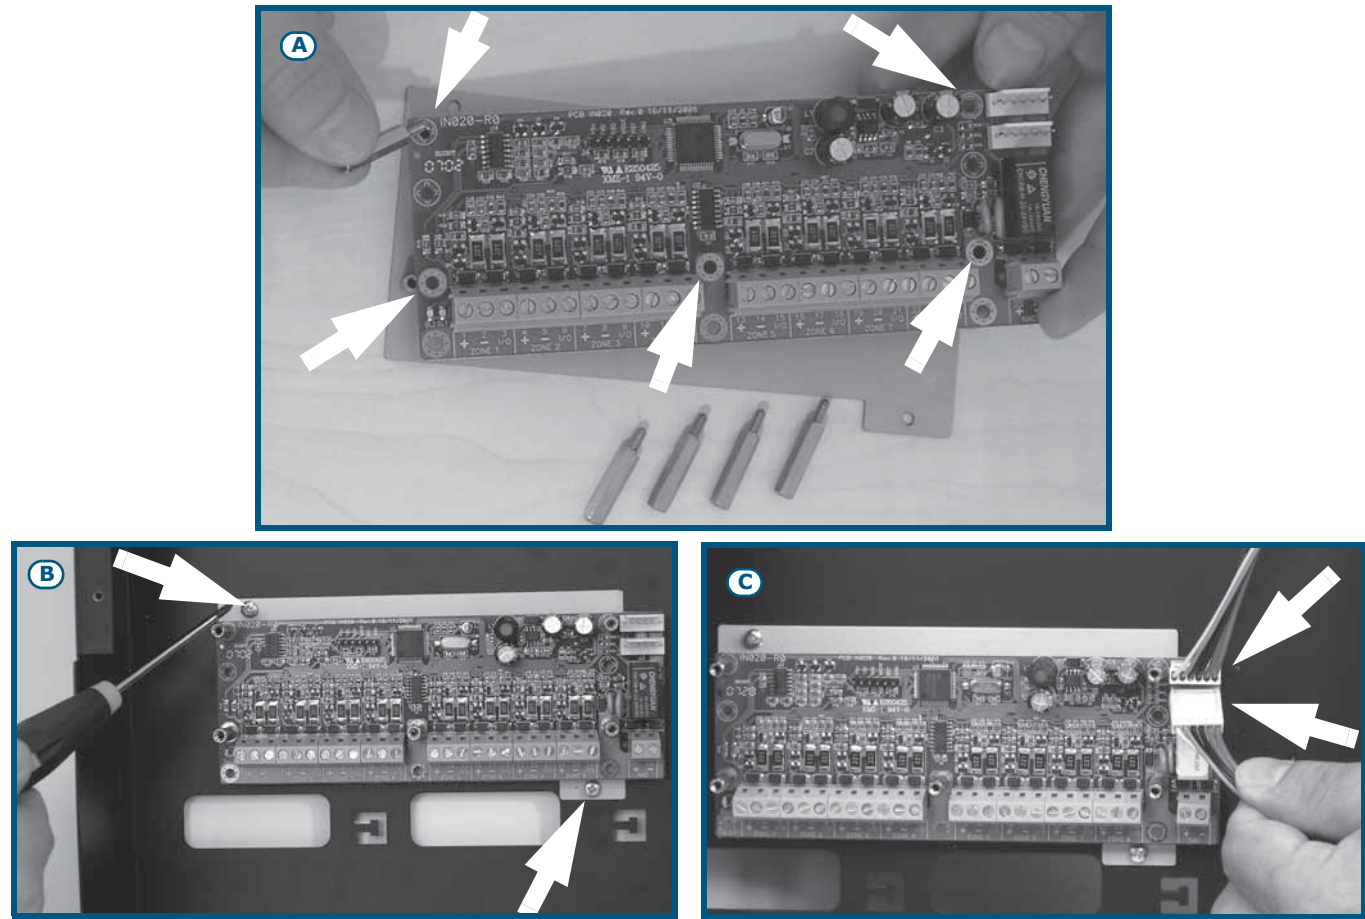

Figure 11 - Montage carte expansion - 1
3. Fixer une carte d'expansion sur la plaque de fixation en utilisant les colonnes métalliques fournies si l'on doit insérer la deuxième carte d'expansion (Figure 11 - [A]). Faire attention d'utiliser les trous de fixation indiqués sur la photo par les flèches.
4. Fixer la plaque avec la carte sur le fond de la boîte métallique (Figure 11 - [B]).
5. Insérer sur la carte le câble de raccordement à la centrale et à la carte successive (Figure 11 - [C]).